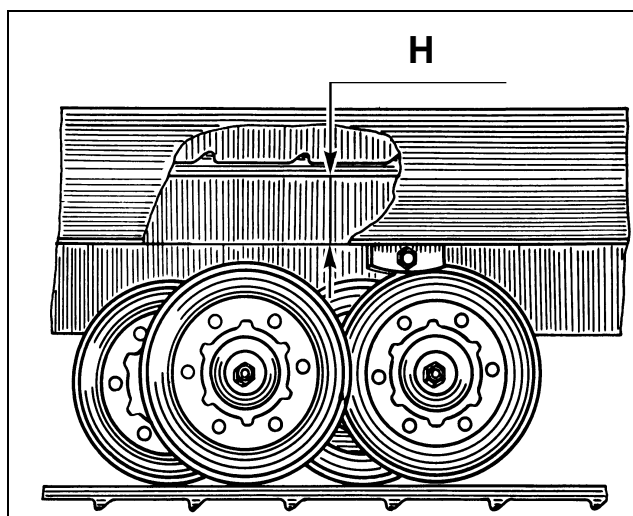

Рисунок 28 – Регулировка натяжения гусе-
– проверьте натяжение гусениц. Для снегоходов БУРАН А, АЕ расстояние Н (рисунок 28) между внутренней поверхностью верхней ветви гусеницы и нижней поверхностью угольника рамы у второго кронштейна крепления катков балансиров впереди по ходу снегохода должно быть 55...65 мм, а для снегоходов БУРАН АД, АДЕ – 60...70 мм.